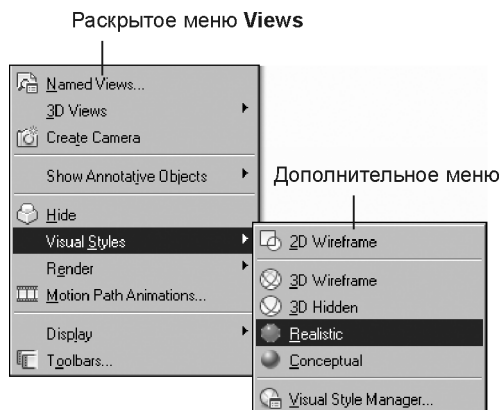

Рис. 7.19. Дополнительное меню для присвоения стилей отображения по умолчанию
2. Выберите из дополнительного меню один из стандартных стилей отображения (рис. 7.19).